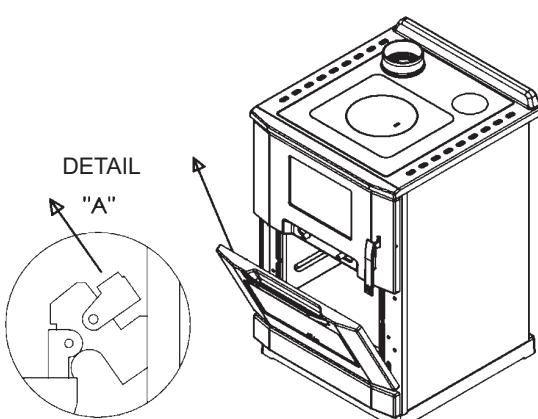

Fig. 1B
- Avec la porte entrouverte, retirez-la des supports de charnière en la tirant vers le haut dans le sens de la flèche (Fig. 1B).